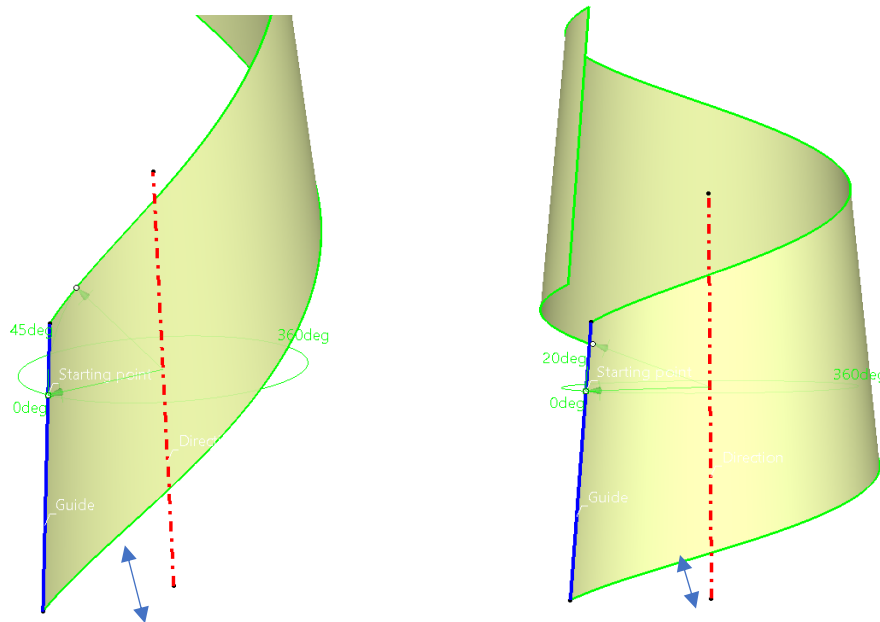

Figura 2.18 Solución modificando sólo Angle (45°-20°).
- **Angle (Ángulo):** ángulo desde el que se empieza a barrer la superficie medido con respecto al plano perpendicular a la directriz (Figura 2.18).